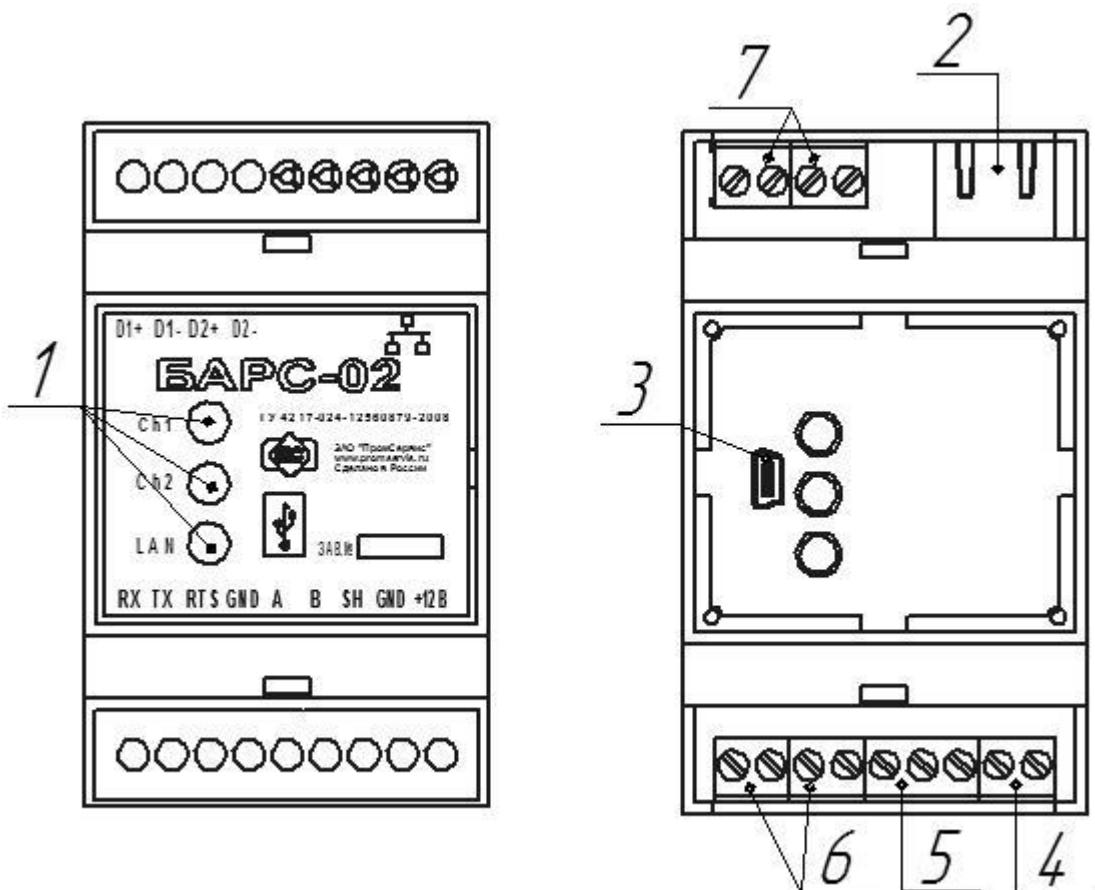

Рисунок 1 – Расположение основных элементов **БАРС-02-П-З-П**
4.8 Сигнальные светодиоды соединения, расположенные на лицевой крышке блока БАРС-02-П-З-П индицируют наличие соединения с серверами сбора данных по каждому каналу «**Ch1**», «**Ch2**» (Рисунок 1). При наличии соединения включается соответствующий номеру канала светодиод, при отсутствии соединения – выключается. При обмене данными происходит мерцание светодиода с частотой обмена данными.
- Подключить виртуальный СОМ-порт ПК через кабель USB/miniUSB (далее USB кабель) к разъему miniUSB тип В расположенному под крышкой корпуса (Рисунок 1 поз.3).
5.6 После подачи блоком светового сигнала индикатором «LAN» (свечение в течение 1 сек), расположенному на лицевой панели (Рисунок 1), не позднее 15 с нажать кнопку “OK”. При сообщении об успешном соединении нажать кнопку “Считать из контроллера”, при этом текущие настройки отобразятся в соответствующих полях. Для **БАРС-02-П-3-П** пользовательский интерфейс представлен на рисунке 4.
6.2 Подключить сетевой Ethernet кабель к разъему (2) (Рисунок 1). Схема обжимки разъёма RJ-45 указана в Приложении Б, Рисунок Б.6.
6.3 Подключить источник питания к соответствующим контактам клеммного блока (4) (Рисунок 1) согласно схеме подключения (Приложение Б, Рисунок Б.4)
6.4 Подключить соединительный кабель от прибора учёта к контактам клеммных блоков (5,6) (Рисунок 1) согласно схеме подключения (Приложение Б, Рисунок Б.2, Рисунок Б.3).
6.5 При необходимости к контактам клеммных блоков (7) (Рисунок 1) подключить охранно-пожарные дискретные датчики, учитывая схему входных каскадов, представленную в приложении Б Рисунок Б.5.
6.7 Подключить сетевой кабель (Рисунок 1).